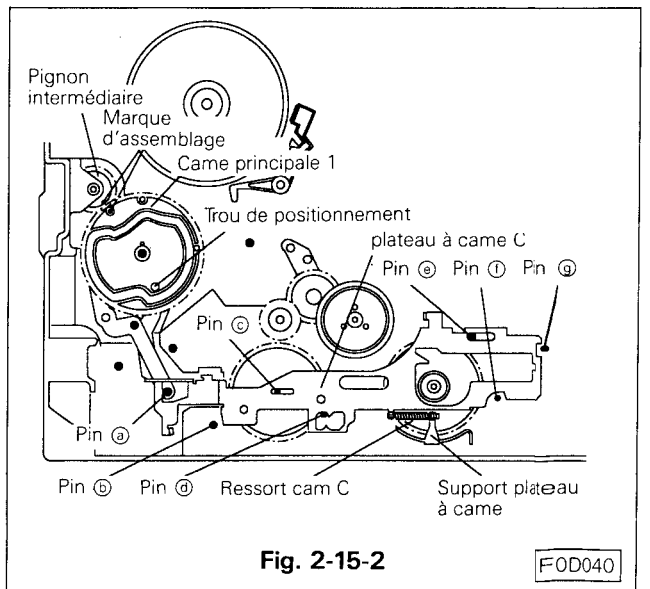

Fig. 2-15-2
- Garder immobile les leviers RS et C. Monter le pignon 1 sur son axe avec son trou de positionnement aligné avec la marque de positionnement du pignon intermédiaire et avec le trou de positionnement de la platine principale. (Voir Fig. 2-15-2)
- Monter le circlip sur le pivot C comme indiqué sur la Fig. 2-15-2 et installer le plateau à came c en le positionnant par rapport aux pivots ③ à ⑨.